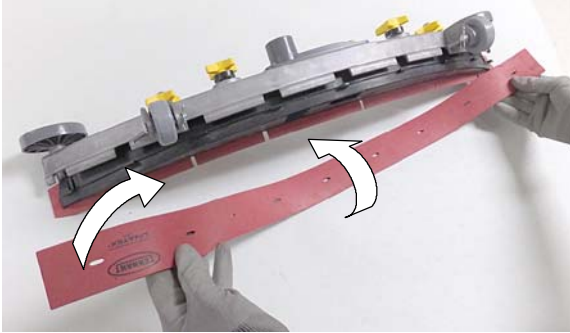

РИС. 124
4. Поверните тыльное лезвие к новой вытирающей кромке (Рисунок 124). Обязательно следует выровнять отверстия в лезвии и прижимные лапки.